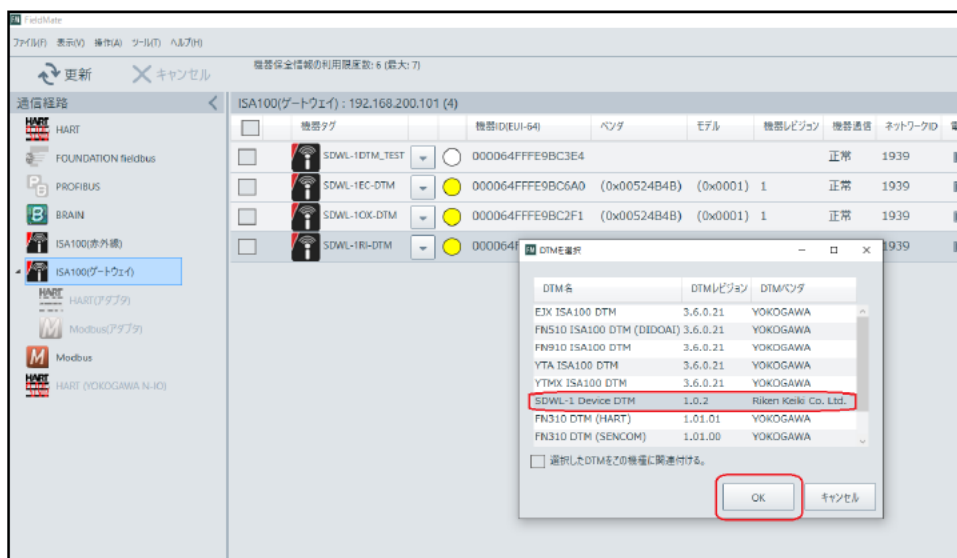

図 5-11 セグメントビュー (DTM 選択)
⑦ 機器情報取得後、下図 5-11 のリストが表示されます。